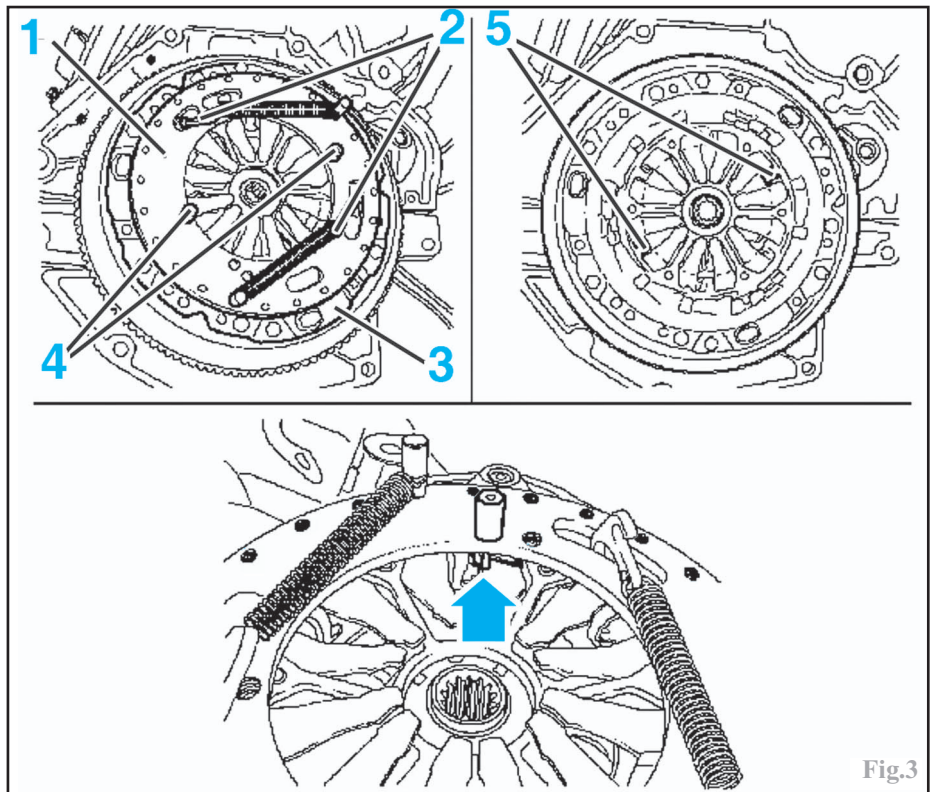

Fig.3
Mettre en place l'outil **KM-6289** (1) sur le mécanisme d'embrayage (3) en mettant 2 crochets (2) (Fig.3).